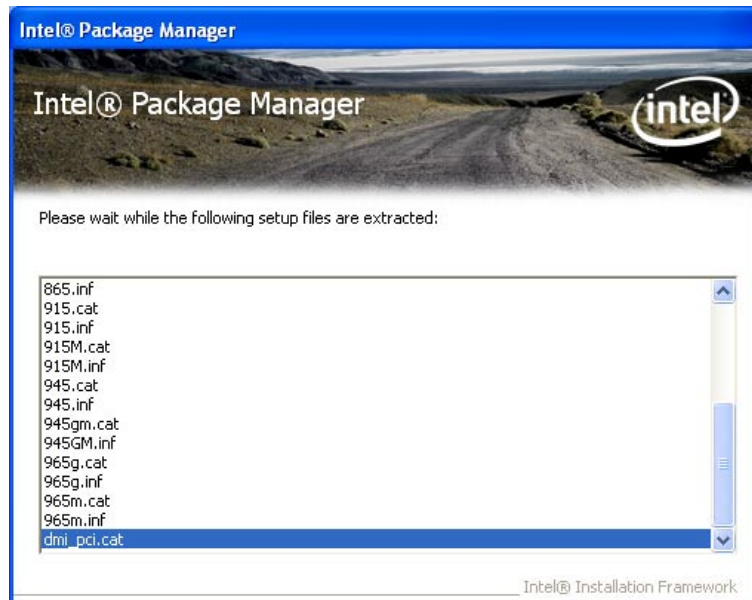

Abbildung 7-2: Chipsatztreiber entpacken
Schritt 3: Die Setup-Dateien werden entpackt (**Abbildung 7-2**).